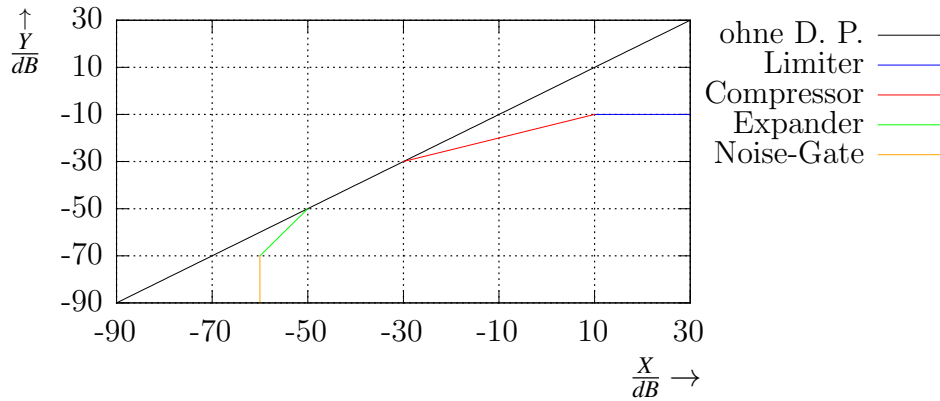
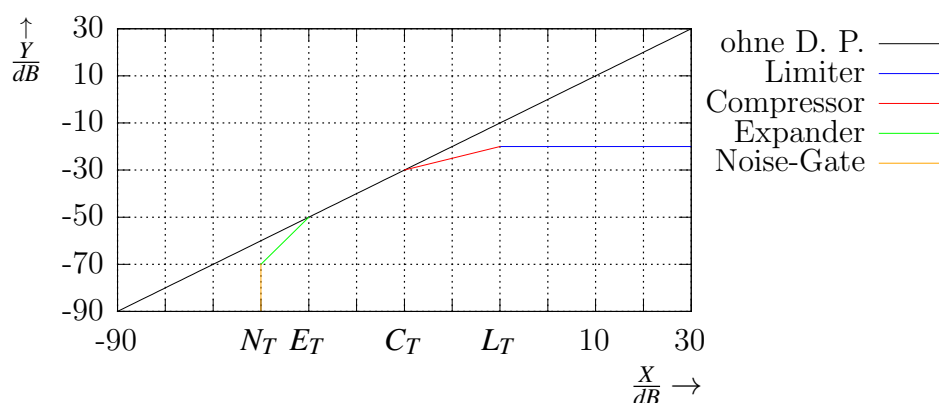

Bild 11: Kennlinie des Dynamic Processors
Bild 12: Kennlinie des Dynamic Processors mit angepassten Gleichungen
Kennlinien oberhalb der Schwelle und für die Expander unterhalb der Schwelle zur Anwendung. Somit ergibt sich aus dem vorangegangenen Beispiel die Kennlinie wie sie Bild 11 zeigt.
Da sich die Kennlinie aus den Thresholds ergibt und diese auf das Eingangssignal bezogen sind, ist zu erkennen, dass die Kennlinie beim Übergang von Compressor zu Limiter nicht stimmt. Die Limiterschwelle ist auf $L_T = -10 \text{ dB}$ eingestellt. Der Limiter sollte somit bereits bei $X = -10 \text{ dB}$ arbeiten. Wie man aus Bild 11 erkennen kann beginnt der Limiter aber erst bei $X = 10 \text{ dB}$ zu wirken. Dies wird durch eine Anpassung der Gleichung (20) zu Gleichung (25) gelöst. In ähnlicher Weise wird auch Gleichung (23) zu Gleichung (26) geändert. Somit ergibt sich die Kennlinie des Dynamic Processors zu der in Bild 12 gezeigten.